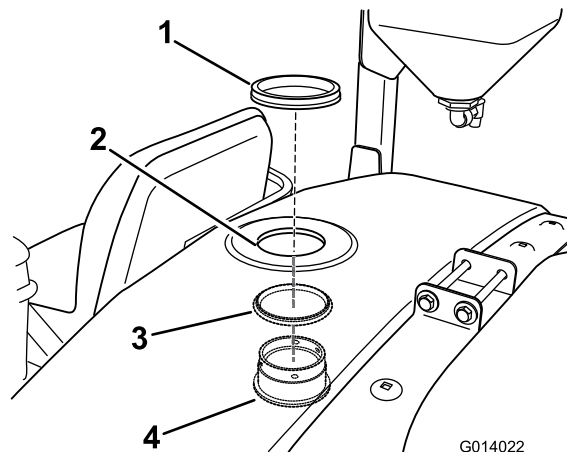

Figure 21
2. De l'intérieur de la cuve, passez la traversée et le joint torique à travers l'ouverture découpée (Figure 21).